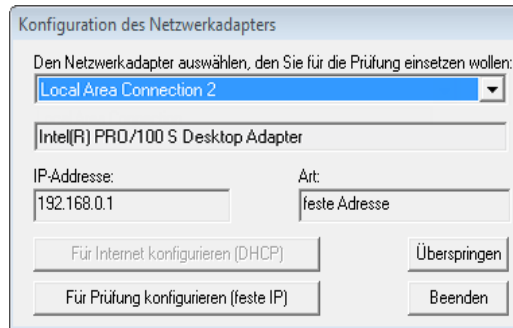

Abbildung 9-4 Netzwerkkadapters für die Verbindung mit einem Prüfgerät konfigurieren
1. Klicken Sie in der Windows-Taskleiste unten rechts am Bildschirm auf das Bootp-Server-Symbol mit der rechten Maustaste (siehe Abbildung 9-4 auf Seite 466).
3. Verfahren Sie im Dialogfeld **Konfiguration des Netzwerkadapters** wie folgt (siehe Abbildung 9-4 auf Seite 466):